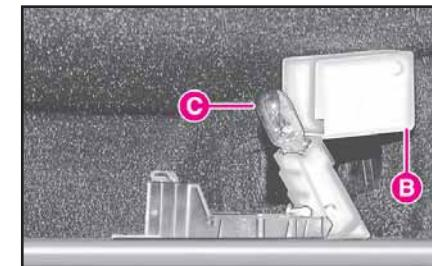

fig. 37
**2)** presione sobre los dos lados de la pantalla B (fig. 37) en correspondencia a los ganchos de fijación y gírela;